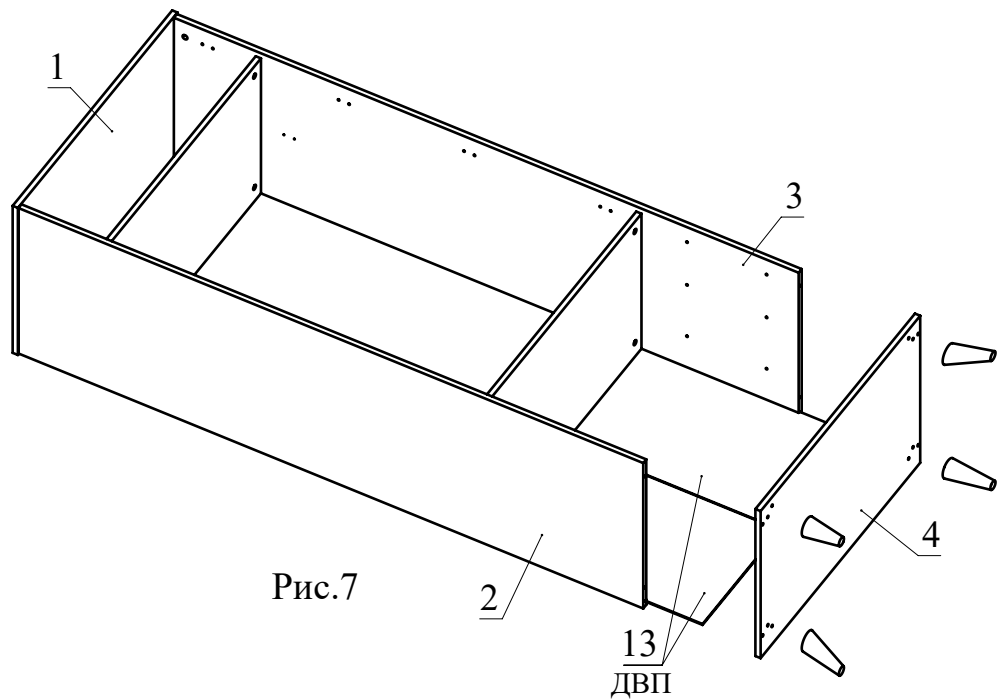

Рис.7
6. В пазы деталей 1, 2, 3 вставьте задние стенки 13 из ДВП. Между задними стенками установите профиль для ДВП. Соедините деталь 4 на детали 2, 3 с помощью конфирматов (Рис. 7).
7. При помощи конфирматов 7х50 присоедините ножки к детали 4 (Рис. 7).